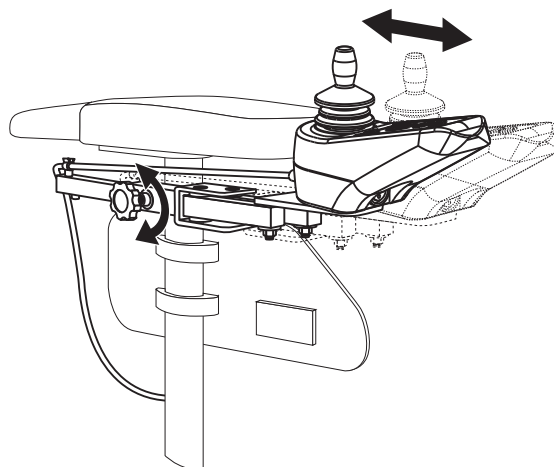

Figure 14. Position du contrôleur
4. Desserrez le bouton de réglage sur l'accoudoir où le contrôleur est situé. **Voir la figure 14.**